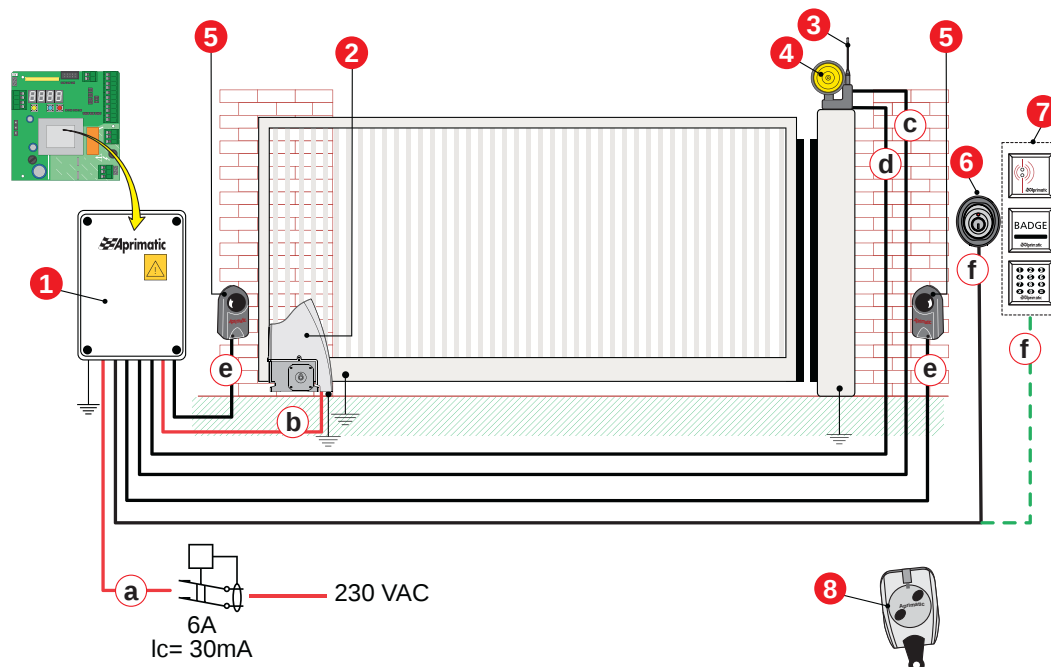

Fig.7
- Préparer les raccordements électriques des dispositifs de contrôle et de sécurité du système selon le schéma de la **fig.7**, en respectant les mises en garde fournies par ce manuel ainsi que les notices d'instruction des composants montés. Prévoir des canalisations appropriées (externes ou encastrées) jusqu'à l'emplacement de montage des dispositifs.